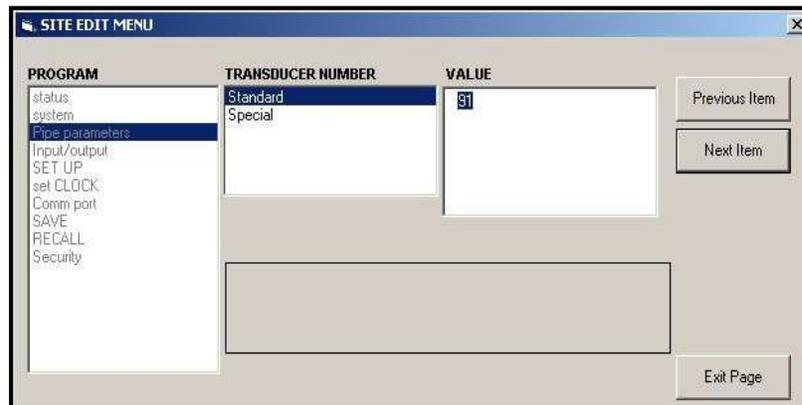

Figura 38: Opção Pipe Parameters no menu Site Edit
- Selecione e clique duas vezes na opção desejada no painel da esquerda. A Figura 38 a seguir mostra a primeira entrada (Transducer Number) da opção *Pipe parameters*. O título acima do painel central lista a entrada atual, enquanto o painel central exibe as seleções disponíveis para essa entrada.